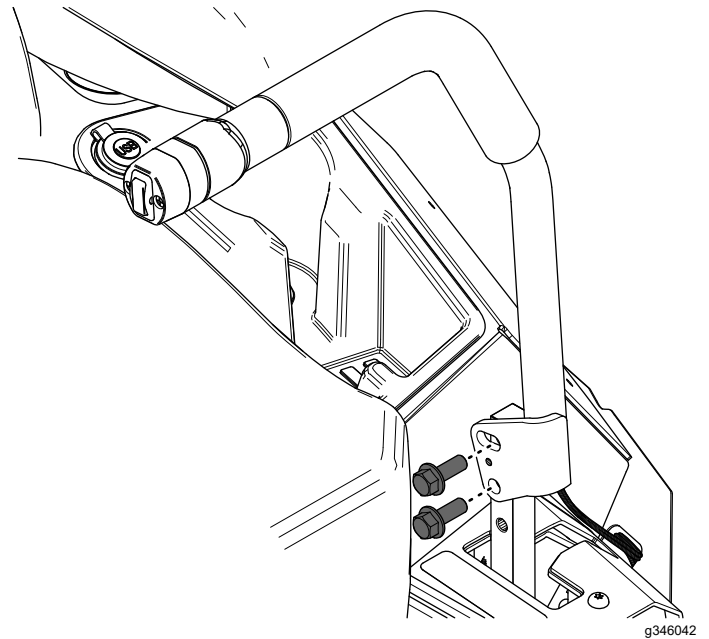

Figura 7
1. Prenda a nova alavanca esquerda de controlo de movimento utilizando os dois parafusos de cabeça flangeada (3/8 x 1 pol.) como se mostra na Figura 7.